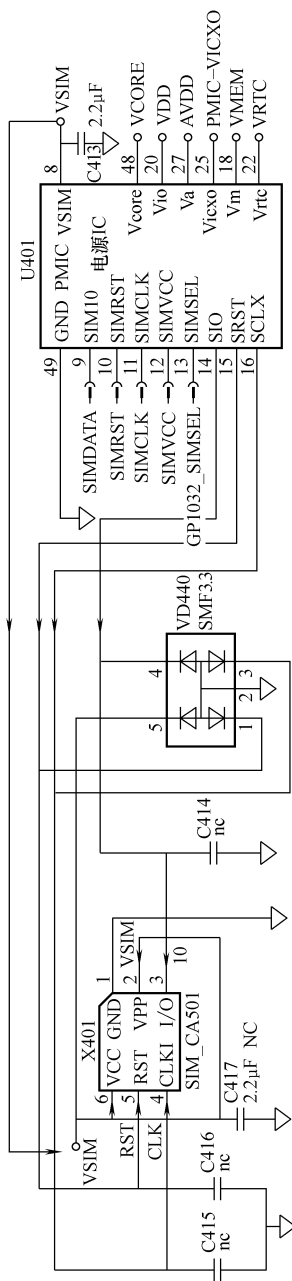

图 4-35 SIM 卡电路结构原理图
基于上述 SIM 卡端口的分析,我们大致就能概知 SIM 卡电路的结构。如图 4-35 所示,主要由 SIM 卡接口、保护管电路、卡供电、卡时钟、卡复位、卡数据、卡编程、卡接地等电路组成。
1) 英文符号的含义。下面,我们对图 4-35 中重要的英文符号的含义作一简单的了解。
2) 电路中的元器件。下面, 我们对图 4-35 中关键的元器件作一简要的了解。
我们参考图 4-35 来分析 SIM 卡电路的工作原理。